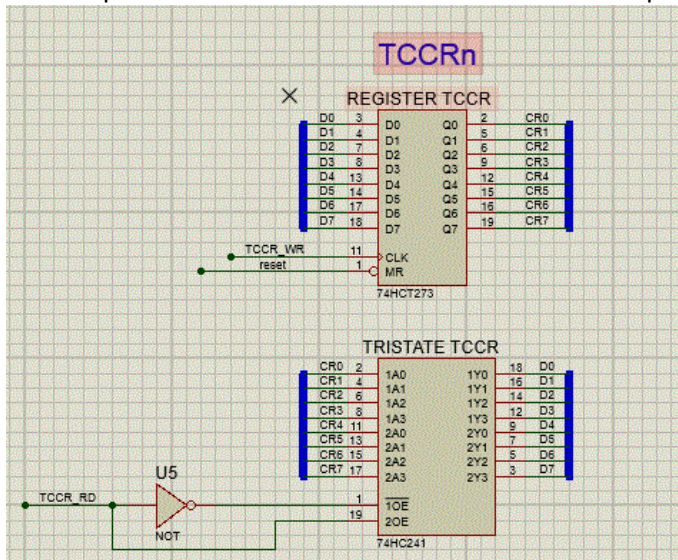

Figura 1. Circuito del registro TCCRn
- La figura 1, muestra el registro TCCRn, este es el de control del temporizador, el cual permite modificar el funcionamiento del temporizador.